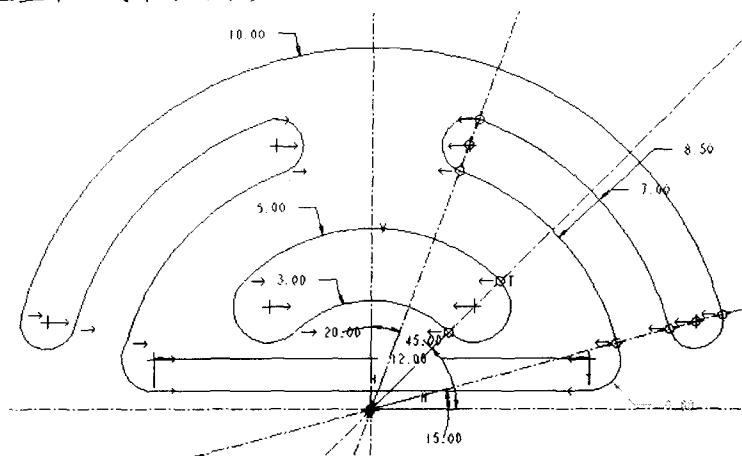

图1-21 镜像后的图形
- (1) 在设计工作区使用框选方式选取前面创建的所有图元作为复制对象。
(2) 在【编辑】主菜单中选取【镜像】选项。
(3) 选取竖直中心线作为镜像参照，镜像后的设计结果如图 1-21 所示。